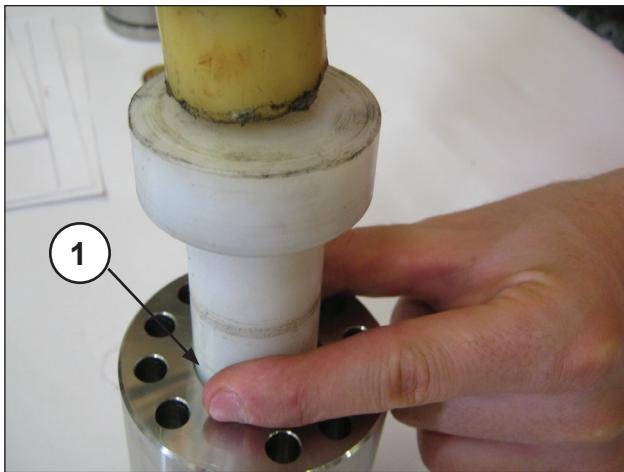

Fig. 122
- Introdurre nel supporto guarnizioni H.P. l'anello di testa (pos. ①, Fig. 120) e a seguire il pacco H.P. (alta pressione); data la leggera interferenza tra la tenuta e il supporto guarnizioni H.P. per evitare eventuali danneggiamenti si consiglia l'utilizzo di un tampone in materiale plastico (pos. ①, Fig. 121 e Fig. 122).